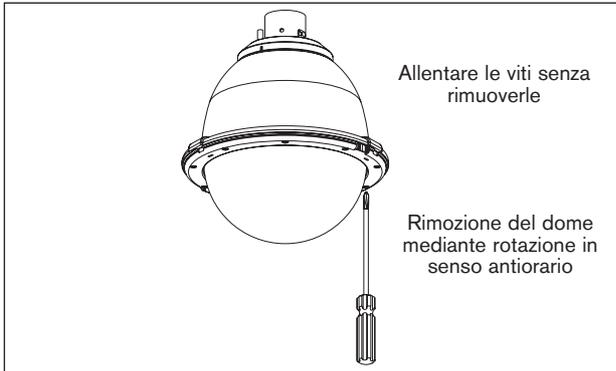

Figura 2: Apertura della custodia per la rimozione del dome
2. Aprire la custodia allentando i nove (9) prigionieri posizionati sull'anello della custodia, accanto alla cupola trasparente inferiore. Fare attenzione a non estrarre completamente le viti. Ruotare il dome in senso antiorario per estrarlo (*Figura 2*). Rimuovere la barriera protettiva dalla CUSTODIA PRS e sganciarla.